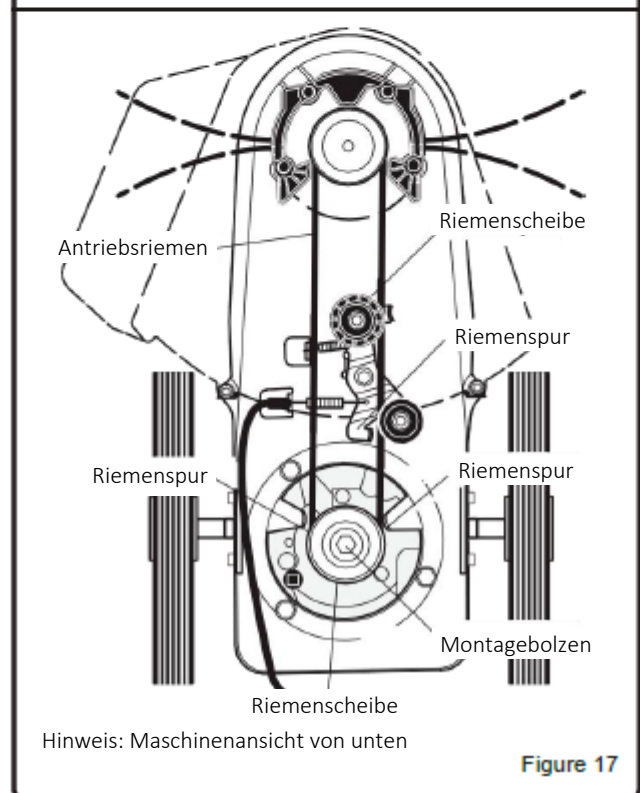

Figure 17
3. Entfernen Sie die Riemenscheibe von der Halterung (Abbildung 17).
7. Prüfen Sie die Richtung des Antriebsriemens und vergewissern Sie sich, dass der Riemen richtig in den Riemennuten sitzt, dass er gerade läuft und nicht verdreht ist. Siehe Abbildung 17.